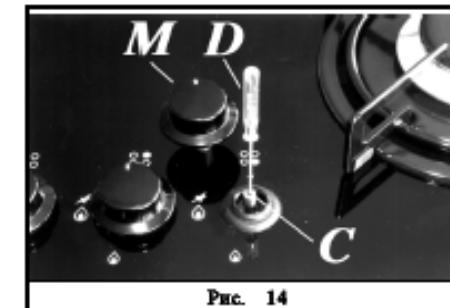

Рис. 14
- Снять ручку вентиля "M" (рис. 14), которая просто надевается на стержень и больше ничем не закреплена.
- Вставить маленькую отвертку "D" в отверстие "C" (рис. 14) и повернуть вправо или влево стопорный винт, до тех пор пока пламя конфорки не отрегулируется до соответствующего положению "Минимум".